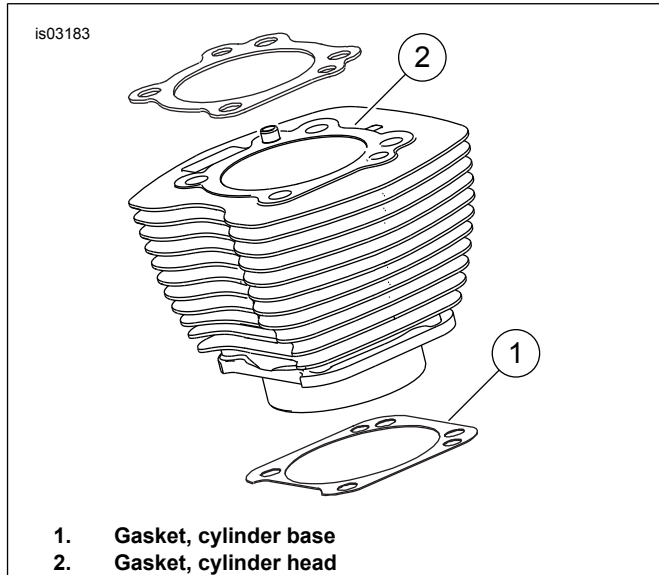

Figure 1. Mga Cylinder Gasket
- Tingnan ang Figure 1. Ang 103,1 mm (4 in) cylinder base gasket (1) at cylinder head gasket (2) ay nag-aalis ng pangangailangan para sa mga O-ring. Huwag gumamit ng mga O-ring sa mga cylinder dowel o mga cylinder spigot.
- Kapag nagkakabit ng bagong base gasket (1), ikabit na ang naka-emboss na bahagi ay nasa baba at ang concave ay nasa taas.